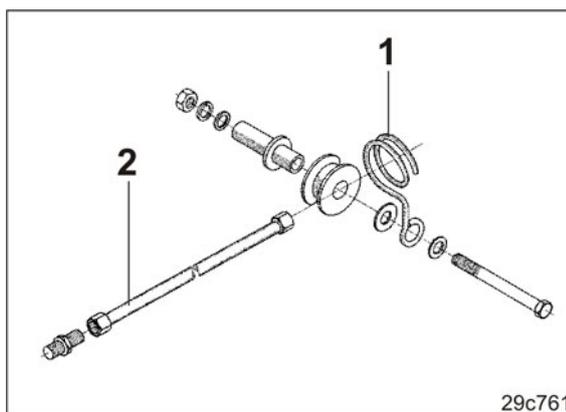
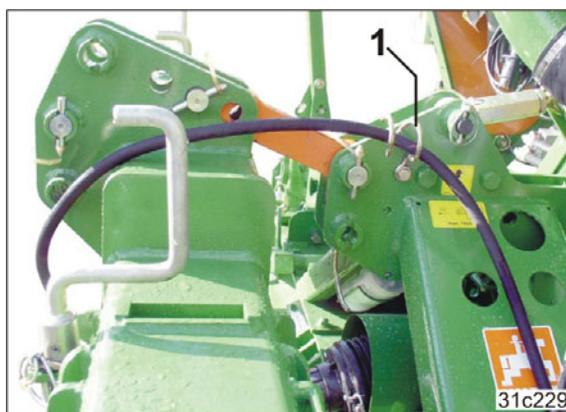

Fig. 16
Fig. 17
3. Fixer le support de flexible (Fig. 16/1) sur la tour du cultivateur rotatif/ de la herse rotative (voir Fig. 17).
4. Equipez les flexibles hydrauliques du semoir, qui sont raccordés aux distributeurs du tracteur (Fig. 16/2) de rallonges de flexibles hydrauliques.
5. Accrochez les flexibles hydrauliques et le câble sur le support de flexible (Fig. 17/1).